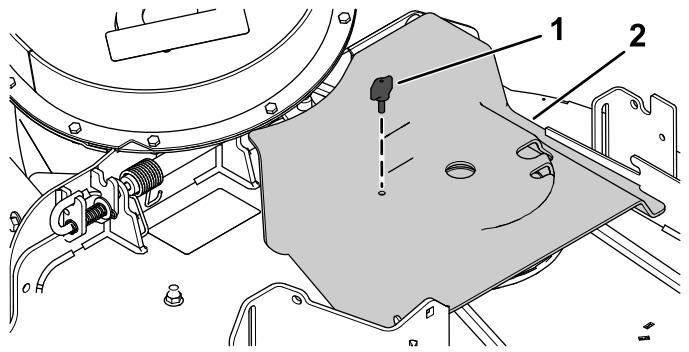

Figura 31
5. Instale la cubierta de la correa del soplador sobre la correa, y sujetela con el pomo (Figura 31).